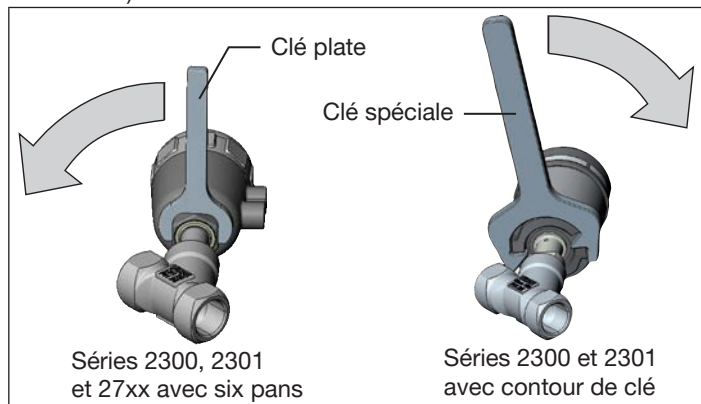

Fig. 18: Tourner avec une clé spéciale / clé plate
► Tournez le module actionneur uniquement dans le sens prescrit (séries 2300 et 2301 ou 27xx, voir « Fig. 18 »).